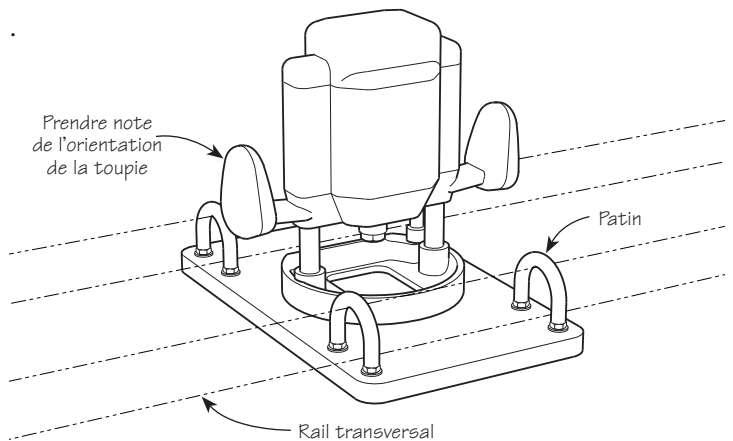

Figure 6 : Plateau pour toupie
4. Percer les trous correspondants dans le plateau. Prendre note que ces trous sont chambrés sur le dessous du plateau une fois celui-ci assemblé (voir la **figure 6**).